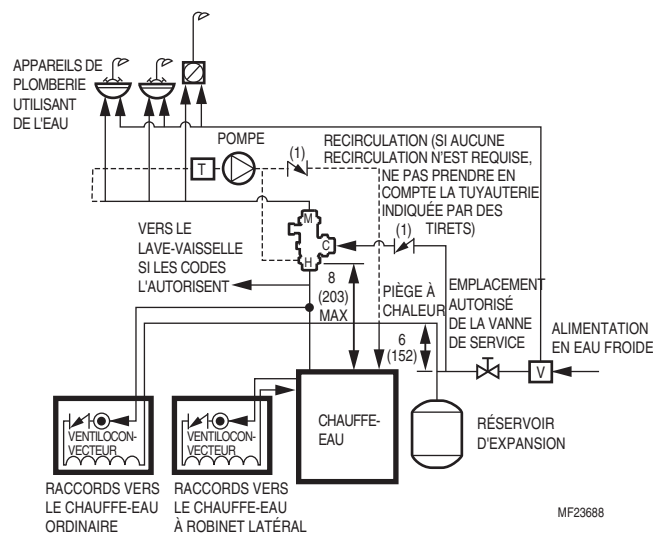

Fig. 5. Le chauffe-eau est utilisé pour le chauffage des locaux et de l'eau résidentielle. Dimensions en po (mm).
- Installer la pompe de recirculation entre l'ancien robinet et le chauffe-eau comme illustré sur les Figures 5 et 6.